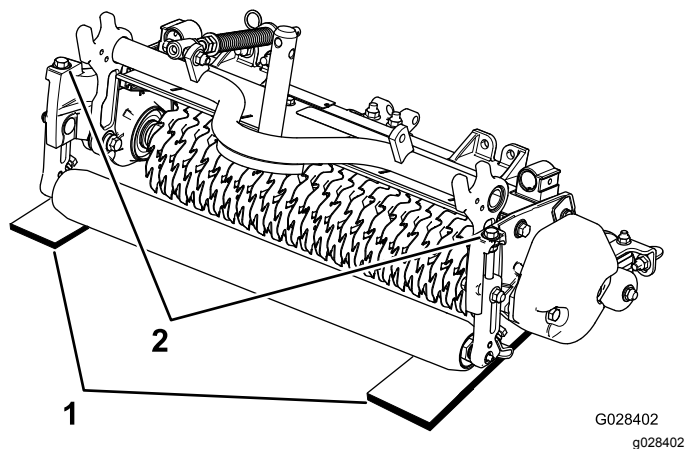

図 10
- 希望する深さ刃が地面に食い込む深さと同じ厚さのゲージバーを2枚用意し、ユニットの左右で後ローラとバーチカッターリールの下にあてがう図 10。
- 各刈高ブラケットについている調整ボルト図 10を使って、バーチカッターの刃の両端を床に接触させる。